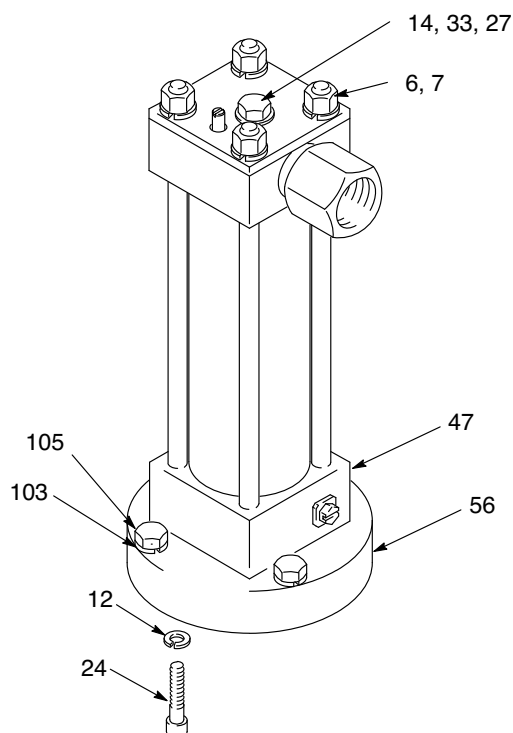
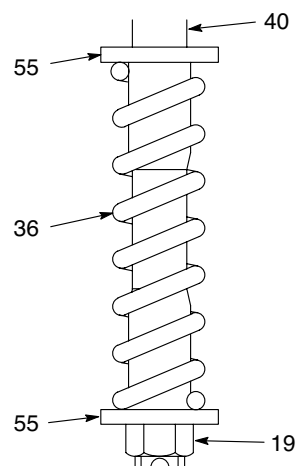

Рис. 6
Рис. 7
1. Ослабьте обе гайки, расположенные на трубке (57). С помощью гаечного ключа поверните трубные фитинги (16, 17) в сторону и извлеките трубку (57). Во избежание попадания грязи вставьте в фитинги заглушки. См. чертеж деталей на стр. 18.
2. Открутите винт с головкой под ключ (14), гайки (7) и удалите стопорные шайбы (6), расположенные в верхней части поршневого компрессора. (Рис. 6)
3. Открутите четыре винта (24) с головками под ключ и снимите фиксатор корпуса (56). Постучите по фиксатору корпуса пластиковым молотком, чтобы ослабить крепление, и снимите его с нижней крышки (47). (Рис. 6) В случае необходимости произведите замену уплотнений горловины, как описано на стр. 11. См. Рис. 8 для шагов 4–13, если не указано иное.
4. Постучите по нижней части штока (54) поршневого насоса пластиковым молотком, чтобы ослабить цилиндр (39) двигателя.
5. Возьмитесь за золотник (31) клапана и снимите его с цилиндра и тяг (49). Снимите цилиндр и поршень с нижней крышки (47). Снимать тяги с нижней крышки цилиндра не требуется.
6. Поверните узел на бок. Закройте хомут (43) чистой тряпкой, чтобы предотвратить потерю фиксирующих шариков. Снимите хомут (43) с клапанной втулки (32), удерживая на месте шарики (5) и пружину (20).
7. Снимите цилиндр (39) со штока (54) поршневого насоса. Удерживая шестигранный конец штока поршневого насоса в тисках, установите вилочный ключ в штифтовые отверстия поршня (35), чтобы открутить его от штока.
8. Осмотрите пружину (36). При наличии износа или повреждений выполните следующий шаг. Если она изношена или повреждена, снимите гайку (19), пружину (36) и фиксаторы (55) с блокировочного штока (40). Соберите узел повторно, установив фиксаторы (55) на концы новой пружины (36). Навинтите гайку на шток до конца резьбы так, чтобы она уперлась в заплечик штока. (Рис. 7)